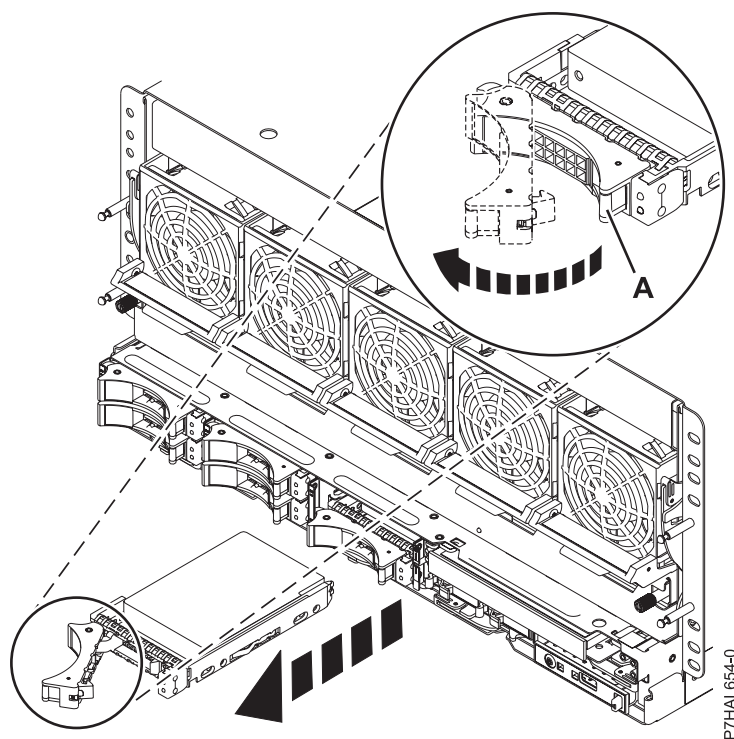

Figura 32. Extracció d'una unitat de disc del sistema
1. Al sistema, desbloquegeu la nansa de la unitat estrenyent-la i estirant-ne en la vostra direcció, com es mostra la Figura 32.